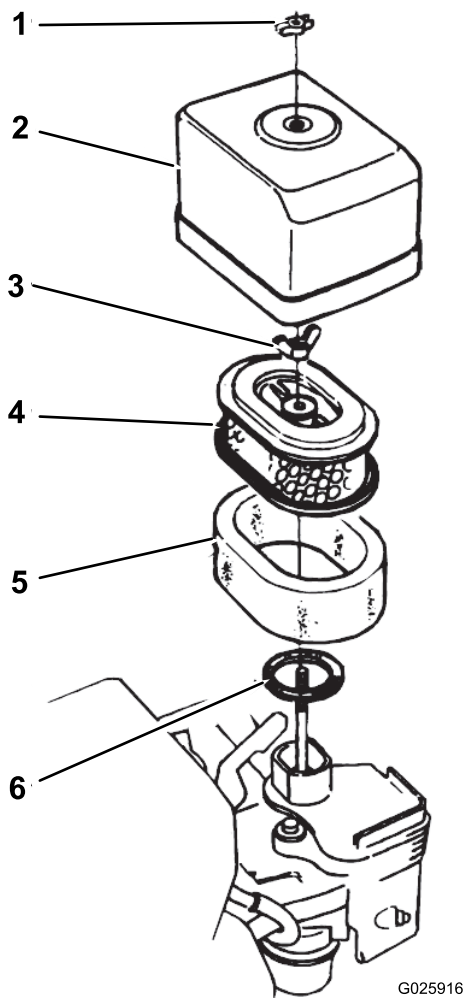

Рисунок 30
2. Удалите гайку-барашек, которая крепит крышку воздухоочистителя, и снимите крышку (Рисунок 30).
5. Установите крышку воздухоочистителя на воздухоочиститель с помощью гайки-барашка (Рисунок 30).
1. Удалите гайку-барашек, которая крепит крышку воздухоочистителя, и снимите крышку (Рисунок 30).
2. Удалите гайку-барашек, которая крепит воздушный фильтр, и снимите фильтр (Рисунок 30).
3. Снимите элемент воздушного фильтра из поролона с бумажного элемента (Рисунок 30).
1. Установите элемент воздушного фильтра из поролон на бумажный элемент (Рисунок 30).
2. Осмотрите прокладку на наличие износа и повреждений (Рисунок 30).
3. Убедитесь, что прокладка установлена на впускном отверстии карбюратора (Рисунок 30).
4. Установите элементы воздушного фильтра на карбюратор при помощи гайки-барашка (Рисунок 30).
5. Установите крышку воздухоочистителя на карбюратор при помощи гайки-барашка (Рисунок 30).